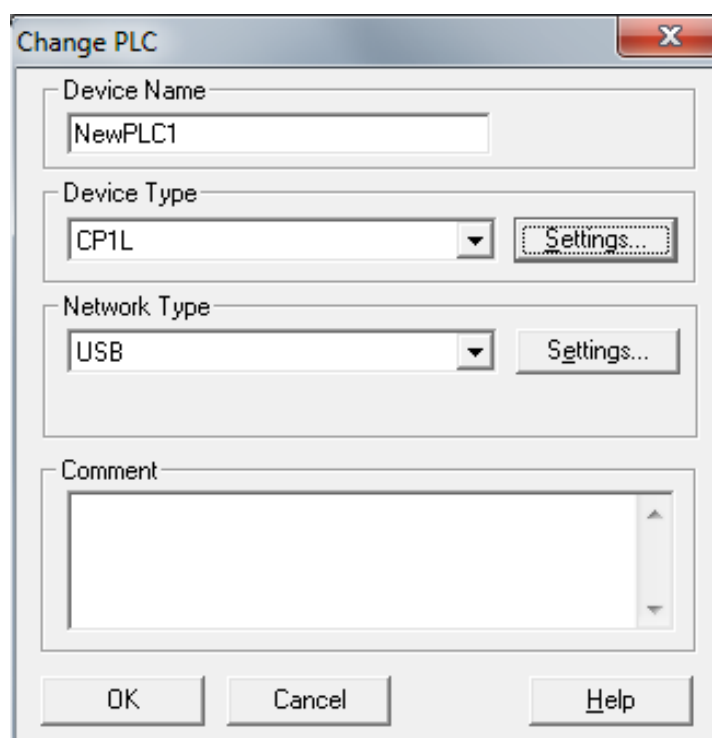

Рисунок 8 – Настройка типа устройства
3. Щелкните по кнопке [Settings] (Настройка). Откроется диалоговое окно настройки типа устройства (рисунок 8).